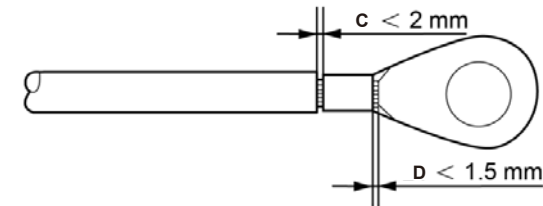

Figure 5.9 Dénuder le fil
- 4) Insérez le fil dénudé dans la zone de sertissage de la borne OT et utilisez la pince hydraulique pour serrer la borne sur le fil (voir la figure 5.9).